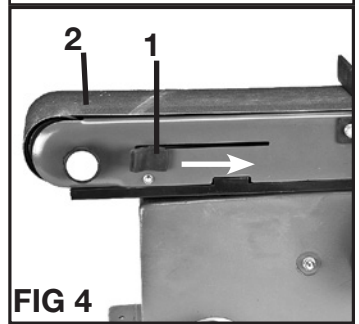
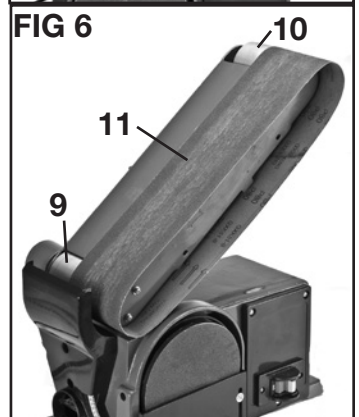

FIG 4
FIG 6
## Installation ou remplacement de la courroie de ponçage (FIG 4, 5, 6)
2. Tirez le levier de réglage de la tension de la courroie (1) au sens indiqué sur la figure 4 à la libération tension de la courroie.
3. Desserrer et retirer les vis (3) de chaque côté du lit de courroie (8). Retirer le carter de courroie supérieure (5).
4. Desserrer et retirer les deux vis (4) de chaque côté du lit de courroie (8). Retirez la le carter de courroie inférieure (7).
5. Retirez la bosse de caoutchouc. (6).
6. Retirez la vieille bande de ponçage (10) du conducteur (9) et des rouleaux tendeur. Voir la figure 6
7. Placez une nouvelle courroie de ponçage sur le rouleau conducteur (9) et rouleau de renvoi (10) avec les flèches de direction en cours d'exécution dans le sens antihoraire. Assurez-vous que la bande de ponçage est centrée sur deux rouleaux .